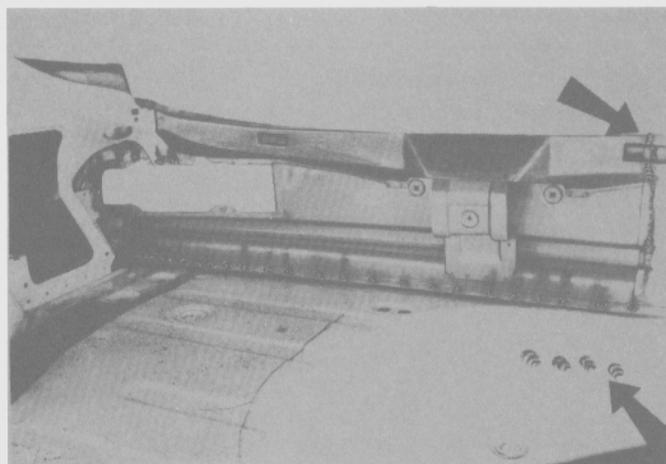

Fig. 288
- Soldar la sección del panel por pudelado, en su unión con el que se encuentre instalado, el panel del piso, el gotero y el guardabarros trasero (Fig. 288).